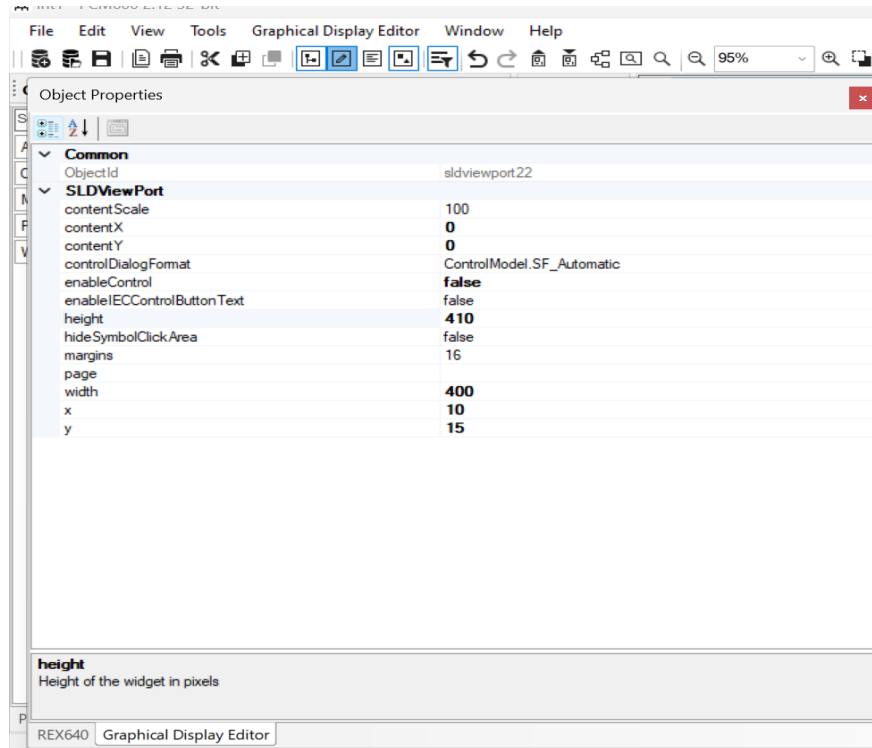

Imagen 150_Ventana de control para de Page Editor.
3.15 Seleccionamos la sección en blanco dando doble clic. Teniendo así la siguiente ventana en la sección de “Object Properties” como se muestra en la **Imagen 150**: